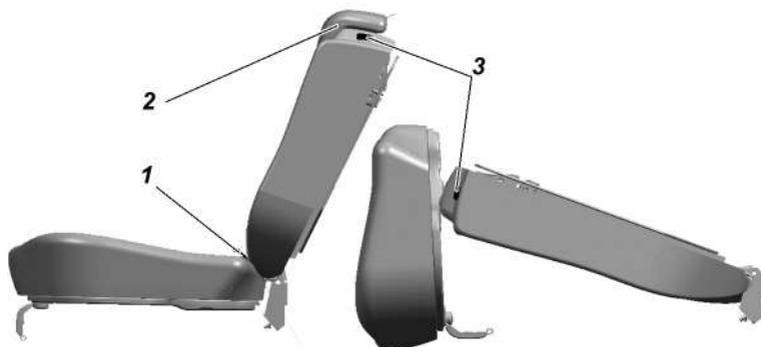

Рис. 3.37. Заднее трехместное сиденье:
Заднее трехместное сиденье (рис. 3.37) состоит из одноместной и двухместной подушки и одноместной и двухместной спинки.
- потяните за петлю 1 (рис. 3.37) и установите подушку в вертикальное положение;
- потяните за рычаг 3 по направлению движения автомобиля, освободив спинку, уложите ее, как показано на схеме, рис. 3.37;
- потяните за рычаг 3 (рис. 3.37) по направлению движения автомобиля освободив спинку;